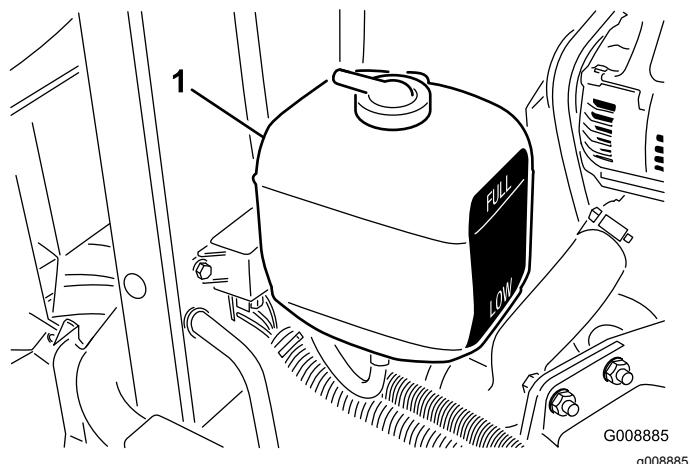

Figura 29
2. Compruebe el nivel de refrigerante del depósito de expansión (Figura 29). Con el motor frío, el nivel del refrigerante debe estar aproximadamente en el punto medio entre las marcas del lateral del depósito.